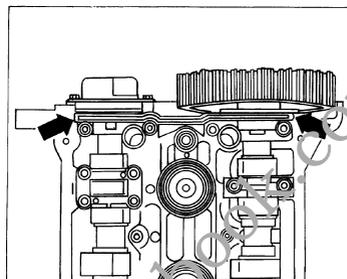

图 2-80 双轴承盖/气缸盖之间涂层位置
- 1) 用小旋具在图 2-80 箭头所示双轴承盖/气缸盖之间轻涂一层 D 454 300 A2。